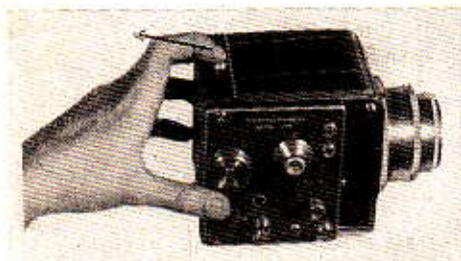

Abb. 1
Nun wird die Kamerarückwand (KR) geöffnet! Man drückt den Schließriegel für Kamerarückwand und Lichtschacht (SR) zunächst nach hinten und dann nach unten (Abb. 1 zeigt dies). Die Rück-